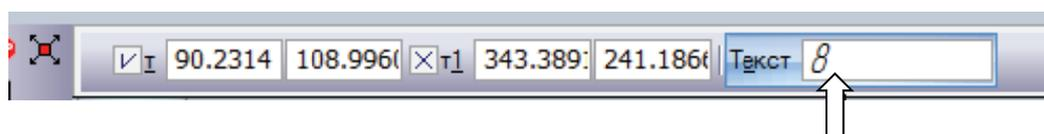
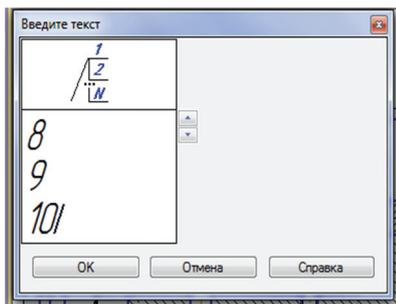

Рис. 5.18
Рис. 5.19
- Для внесения сразу нескольких позиций от одной выносной линии необходимо перейти в поле Текст на Панели свойств (рис. 5.18) и, нажимая клавишу <Enter>, ввести значения позиций разных деталей (рис. 5.19).